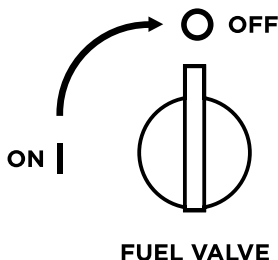

Figure 11 - Coupure de carburant - OFF
4. Mettez le robinet d'essence en position OFF (voir la figure 11 ci-dessous).